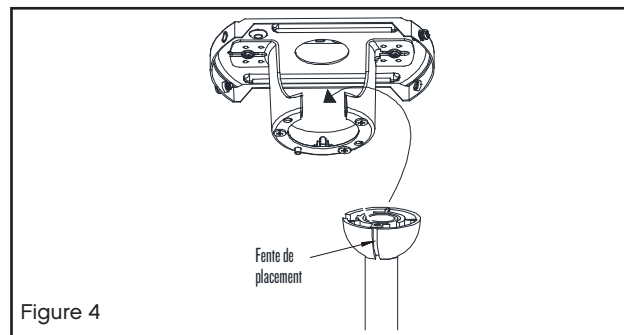

Figure 4
**REMARQUE :** La languette opposée à l'ouverture du support de suspension doit s'insérer dans la fente de la boule. (Fig. 4)
- 2 Connectez les fils noirs de l'interrupteur du berceau A aux fils noirs du boîtier de l'interrupteur. Fil d'entrée sous tension vers l'un des fils de l'interrupteur du socle. Le fil d'alimentation du ventilateur est connecté au fil restant de l'interrupteur. (Fig. 4)